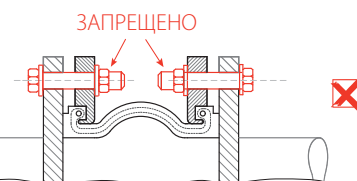
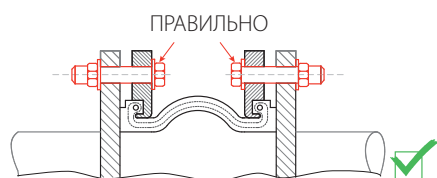

Рис. 5
Рис. 6
**ВАЖНО!** Категорически не допустим контакт резьбовой части болтов с резиновым корпусом компенсатора при соединении болт-гайка – головка болта на стороне трубопровода /резьбовая часть на стороне резинового корпуса виброкомпенсатора (рис. 5), т.к. острые края резьбовой части болтов могут привести к повреждению резинового корпуса компенсатора. Правильный вариант монтажа компенсатора при соединении болт-гайка – головка болта на стороне компенсатора (рис. 6).